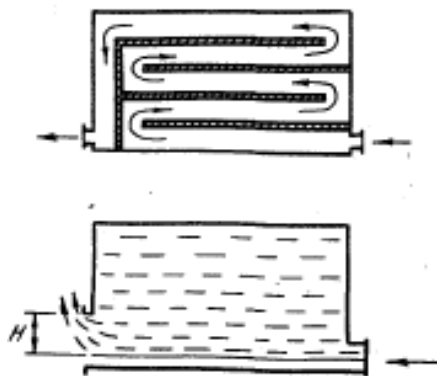

Рис. 3. Схема прямоугольного горизонтального отстойника
1. Вода, уходящая из щепомойки, очищается от песка в прямоугольном горизонтальном отстойнике (рис. 3). Определить общую длину каналов отстойников, необходимую для осаждения частиц песка шарообразной формы с минимальным диаметром  $d$ . Плотность песка  $1500 \text{ кг/м}^3$ . Исходные данные принять из таблице 5.